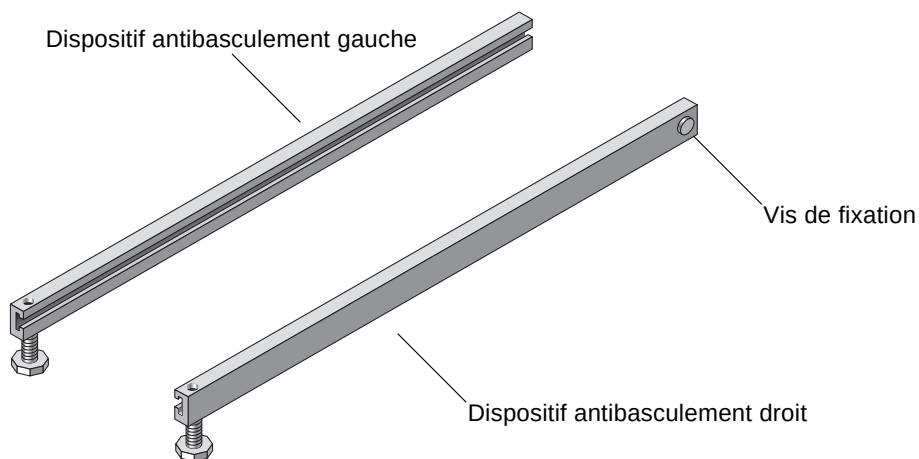

FIGURE 2-3 Dispositifs antibasculement
1. À l'aide d'un tournevis pour écrous à fente, desserrez la vis de montage du dispositif antibasculement droit (FIGURE 2-3).
2. Insérez deux vis de montage de chaque côté du coffret (FIGURE 2-3).